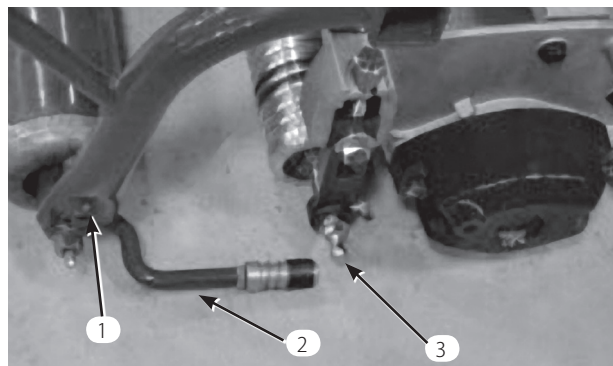

図 9
2. カッティングユニット両端にそれぞれワッシャとボールスタッドを取り付ける（図9）。
4. ボールジョイントのスリーブを後ろにずらし、プルアームを下げてソケットをボールスタッドに嵌め合わせる。スリーブから手を離すとスタッドとジョイントが結合する（図9）。